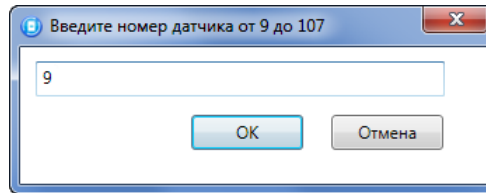

Рис. 6.5. Ввод номера радиоустройства
2. В открывшемся окне укажите номер устройства из числа еще не занятых в нумерации шлейфов (в диапазоне, указанном в заголовке окна) и нажмите кнопку *OK* (Рис. 6.5).